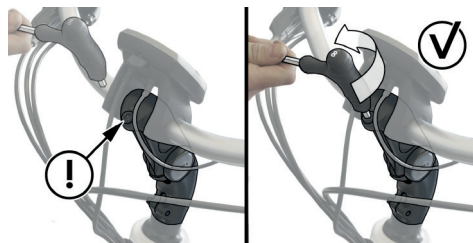

Abbildung 9 : Lösen der Schraube am Vorbau
1. Drehen Sie die Vorbau-Schraube **113** einige Umdrehungen gegen den Uhrzeigersinn, um sie zu lösen (siehe Abbildung 9). Es ist nicht nötig, die Schraube weiter zu drehen.